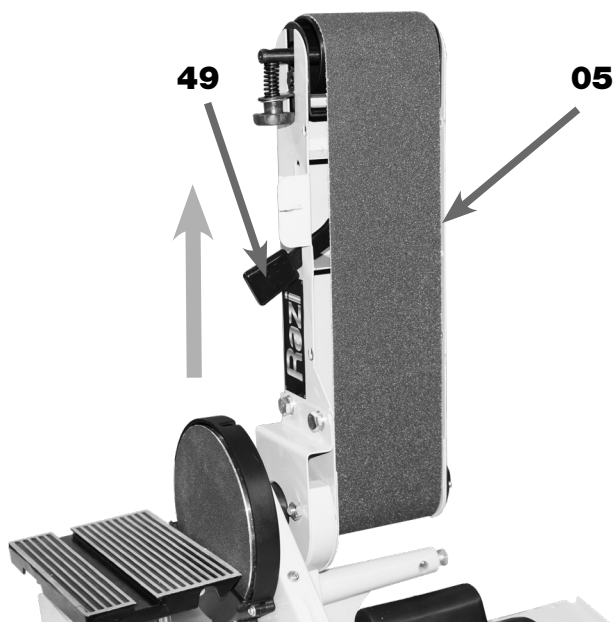
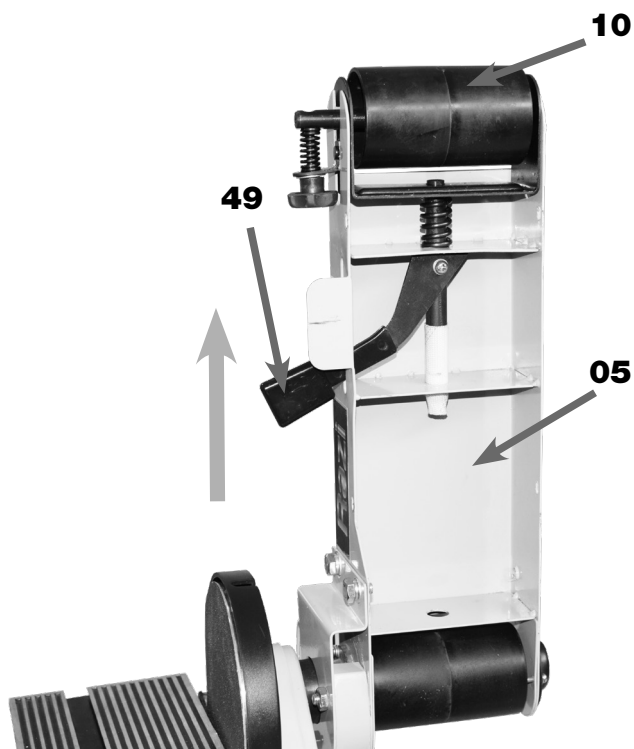

Figura 27 - Posicionamento da Mesa da Lixa de Fita na Vertical
Figura 28 - Posição da Alavanca Tensionadora
3. POSICIONAR a Mesa da Lixa de Fita (05) na vertical, conforme procedimento anterior (figura 27);
4. REMOVER a Proteção Inferior (51);
5. EMPURRAR para frente a Alavanca Tensionadora (49) (figura 27);
6. REMOVER a Lixa de Fita (11) velha;
7. POSICIONAR e MANTER a Alavanca Tensionadora (49) para frente (figura 28);
8. INSERIR uma Lixa de Fita (11) nova sobre os Rolos Motor (09) e (10) (figura 28);